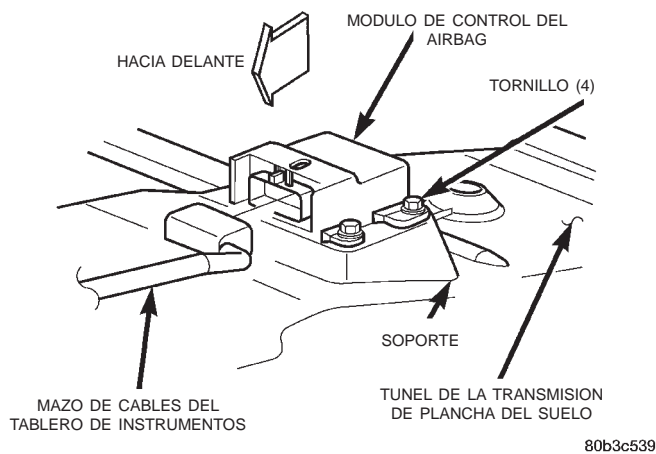

Fig. 12 Desmontaje e instalación del módulo de control del airbag
(6) Retire los cuatro tornillos que fijan el ACM en el punto de instalación que está soldado en el túnel de la transmisión de la plancha del suelo (Fig. 12).
(7) Retire el ACM de su punto de instalación en el túnel de la transmisión de la plancha del suelo.